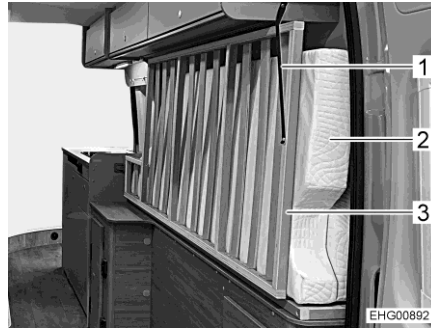

Bild 54 Höger säng i transportläge
- Vik upp madrassen (Bild 54,2) för den högra sängen (från körriktningen sett) på längden och ställ den på kanten, skjut sedan mot väggen så långt det går (se Bild 54).
- Fäll upp sängbotten (Bild 54,3) för den högra sängen.
- Fäst sängbottens bakre ände med fästbandet (Bild 54,1).